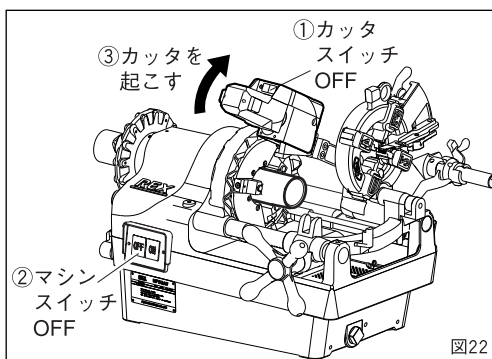

図22
4. 切断終了 (図22)
- ① まずカッタのスイッチをOFFにしてから、マシンのスイッチをOFFにします。
- ② 刃物とパイプの回転が停止したのを確認してから、カッタをを起こしてください。